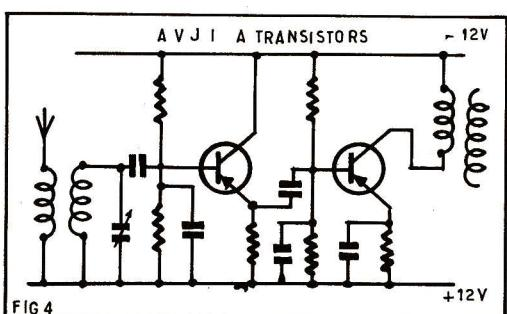

FIG.4
Dans cette fonction j'avais d'abord essayé le même montage que dans l'AVJI (n° 224 de R.P.) c'est-à-dire que le 1^{er} transistor était monté en cathode follower (CF) couplé par un petit condensateur au 2^e transistor câblé lui, dans la forme normale à émetteur commun (voir fig. 4).